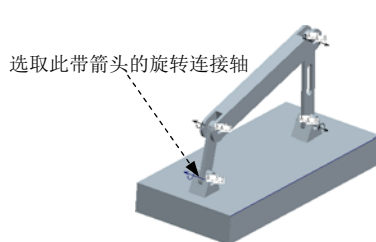

图 13.5.7 运动轴设置
Step1. 单击 **应用程序** 功能选项卡 **运动** 区域中的“机构”按钮 ，进入机构模块，然后单击 **运动** 区域中的“拖动元件”按钮 ；用“点拖动”的方法将四连杆机构（FOUR_ROD.ASM）拖到图 13.5.7 所示的位置（读者练习时，拖移后的位置不要与图中所示的位置相差太远，否则后面的操作会出现问题），然后关闭“拖移”对话框。